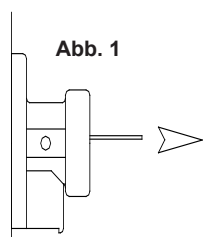

Abb. 1
2. Schieben Sie den Draht langsam wie in Abbildung 1 dargestellt aus dem Ausgang der Drahtführung an der Vorschubeinheit. Sorgen Sie dafür, dass er keinen Kurzschluss an der Maschine verursacht.